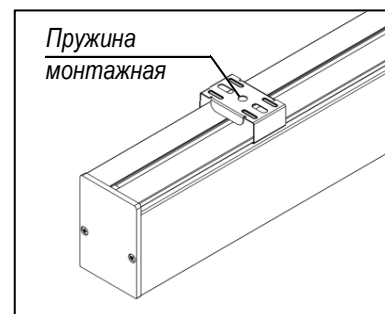

Рисунок 1
- Закрепить пружины монтажные (рисунок 1) к опорной поверхности. Пружины в комплект поставки не входят.
- Подключить кабель питания светильника к сети переменного тока 230 В, 50/60 Гц согласно цветовой маркировке проводов: фаза (L) – чёрный (коричневый), ноль (N) – синий, земля – жёлто-зелёный.